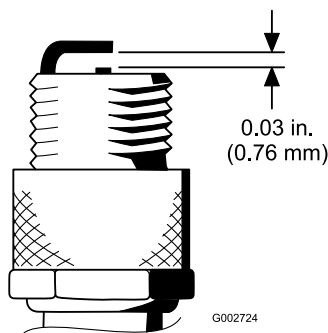

Figura 30
4. Ajuste a folga existente entre o eléctrodo central e os eléctrodos laterais para 0,76 mm; consulte Figura 30. Monte a vela com a folga correta com o vedante e aperte-a com uma força de 23 N·m. Se não utilizar uma chave de aperto, aperte bem a vela.